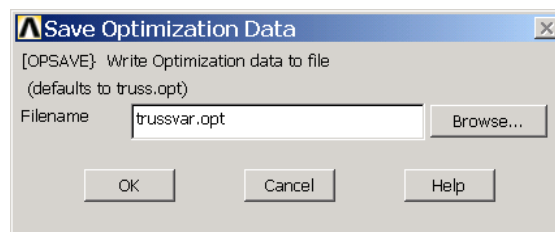

图12.39 存储优化数据库
(31) 单击 Main Menu>Design Opt>Opt Database>Save 菜单，弹出如图 12.39 所示的【Save Optimization Data】对话框。在【Filename】文本框中输入【trussvar.opt】，单击【OK】按钮。